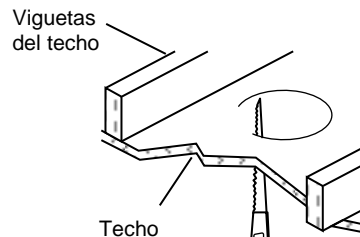

Fig. 1
2. Con una sierra de calar crea un agujero 6 1/4" de la superficie del techo. (Fig. 1) (**Nota:** Asegúrese de no hacer el agujero más grande que especificado por la plantilla. Un agujero de gran tamaño puede evitar la instalación correcta.)